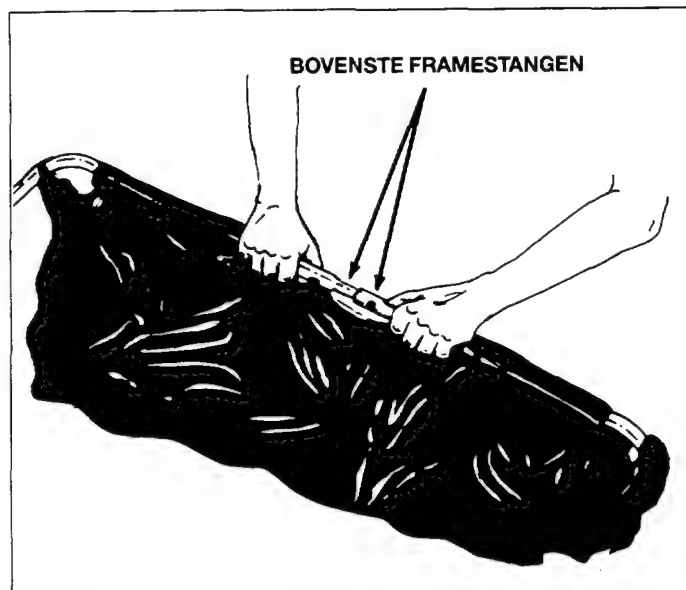

Fig. 14
3. Schuif de beide bovenste framestangen in elkaar overeenkomstig fig. 14, tot de openingen tegenover elkaar liggen.